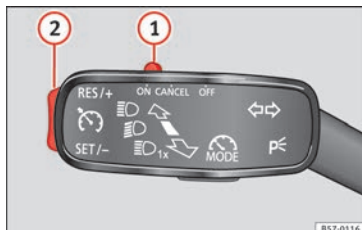

Fig. 47 À gauche de la colonne de direction : contacteur et commandes d'utilisation du GRA.
- Connecter le GRA : déplacez le contacteur » fig. 47 ① sur ON. Le système s'allume. Étant donné qu'aucune vitesse n'a été programmée, le système ne règle pas la vitesse.
- Activer le GRA : appuyez sur le bouton » fig. 47 ② dans la zone SET/-. La vitesse fixée est alors mémorisée et maintenue.
- Déconnecter le GRA temporairement : déplacez le contacteur » fig. 47 ① sur CANCEL ou appuyez sur la pédale de frein. Le réglage est désactivé temporairement.
- Reconnecter le GRA : appuyez sur le bouton » fig. 47 ② sur RES/+. La vitesse mémorisée sera de nouveau enregistrée et régulée.
- Augmenter la vitesse programmée pendant le réglage du GRA : appuyez sur le bouton ② sur RES/+. Le véhicule accélère jusqu'à la nouvelle vitesse enregistrée.
- Réduire la vitesse programmée pendant le réglage du GRA : appuyez sur le bouton ② sur SET/- pour réduire 1 km/h (1 mph). La vitesse est réduite jusqu'à atteindre la nouvelle vitesse enregistrée.
- Déconnexion du GRA : déplacez le contacteur » fig. 47 ① sur OFF. La vitesse mémorisée est effacée et le système est déconnecté.